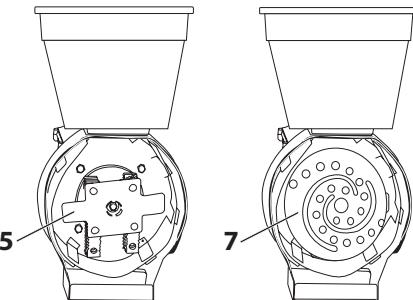

Рис. 11
Изделие GR 300F возможно использовать для измельчения корнеплодов и фруктов, для этого замените дробильные ножи (5) ножом-теркой (7) входящую в комплект поставки, загрузку производите через соответствующий загрузочный бункер, основной загрузочный бункер перекройте регулировочной заслонкой, подачу корнеплодов осуществляйте при помощи подпружиненной крышки (*Рис. 11*).